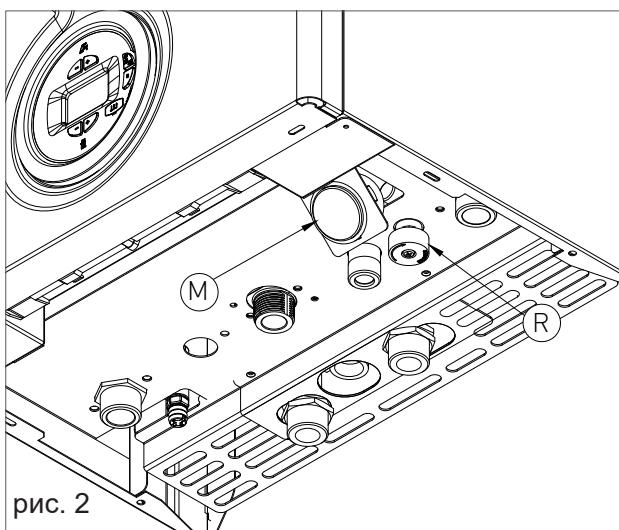
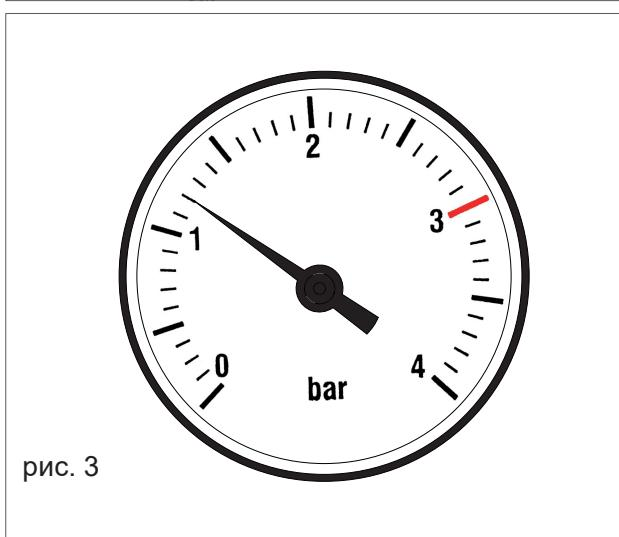

рис. 2
рис. 3
Для правильного размещения оборудования следуйте указаниям ниже (см. рис. 2):
3. Откройте подпиточный кран R (рис. 2);
5. При помощи манометра M (рис. 2) убедитесь, что давление в системе достигает 1,2 бар (рис.3);
6. После выполнения этой операции убедитесь, что подпиточный кран R (рис. 2) плотно закрыт.
системе понизилось, снова откройте подпиточный кран R и дождитесь, пока манометр не покажет значение давления 1,2 бар (рис. 3).
- › Труба дымоудаления должна быть расположена перпендикулярно противоположной внутренней стене дымохода (рис. 2).